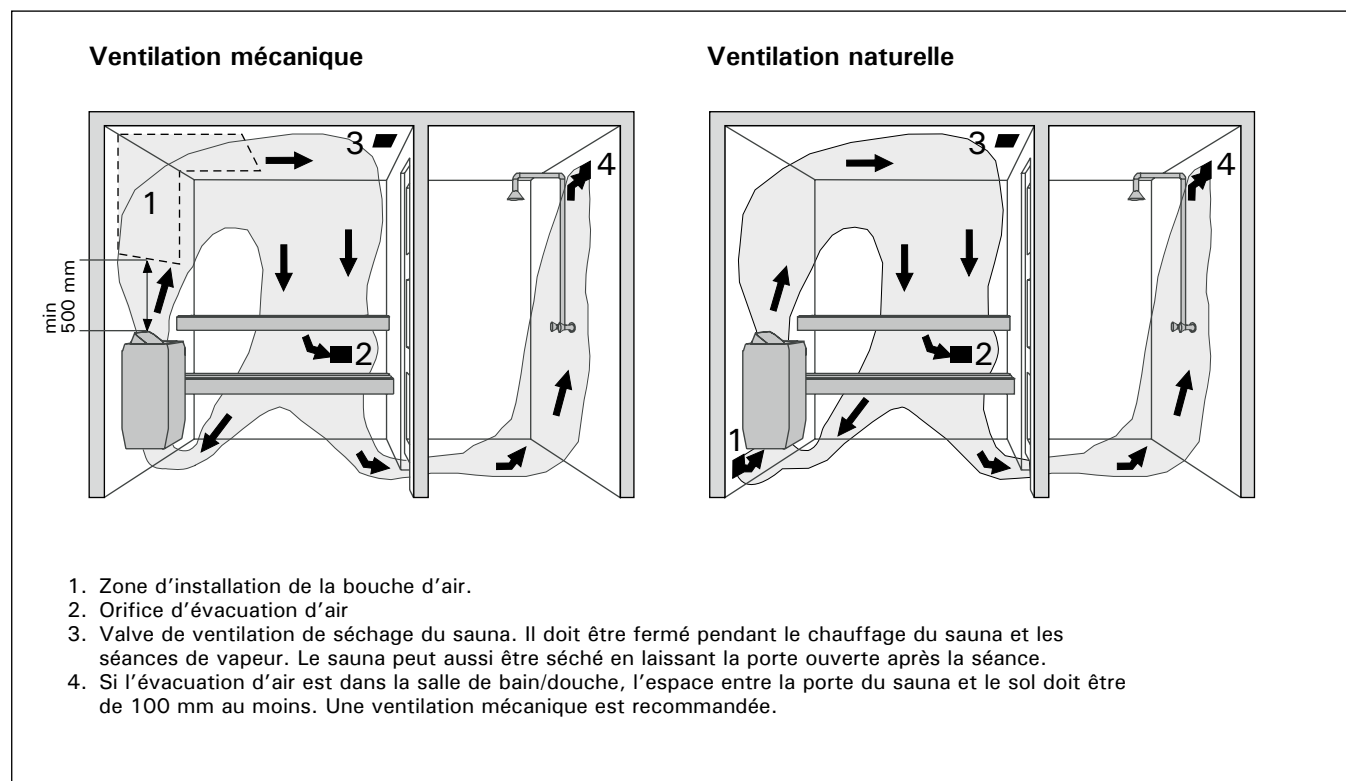

Figure 5. Ventilation du sauna
La série de figures comporte des exemples de ventilation du sauna. Voir la figure 5.
- L'emplacement du poêle doit être conforme aux exigences de sécurité indiquées dans la figure 5.